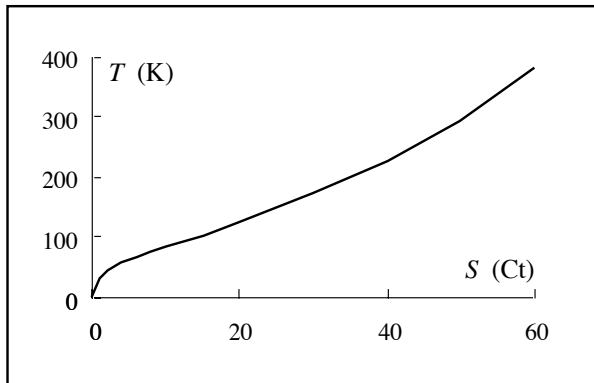

Fig. 10.11. Temperatura in funzione del contenuto di entropia, per 100 g di rame.
La fig. 10.11 mostra la relazione tra contenuto di entropia e temperatura per un pezzo di rame di 100 g.
- Quanta entropia è contenuta in 1 kg di rame a una temperatura di $20\text{ }^{\circ}\text{C}$? Per rispondere alla domanda, utilizza la fig. 10.11.